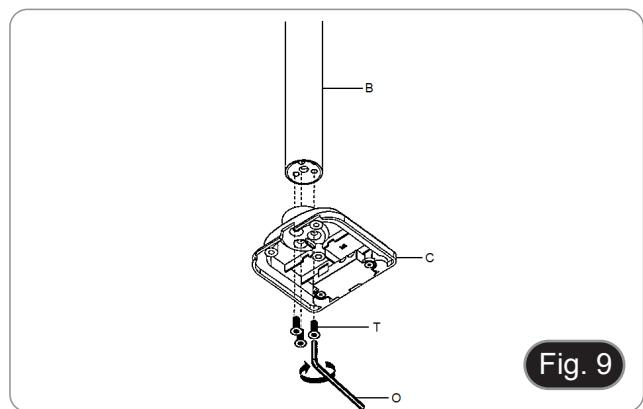

Fig. 9
1. Fixar o pilar (B) ao grampo da mesa (C) com os três parafusos (T). (Fig. 9)